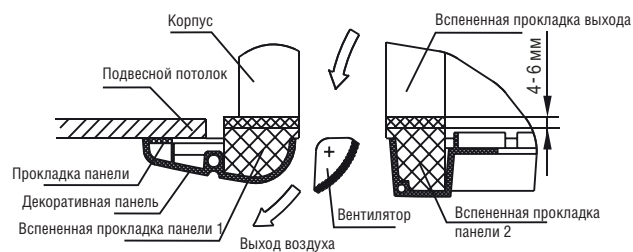

Рисунок 4-14
- 6) Затягивайте винты панели, пока толщина вспененной изоляционной прокладки между корпусом кондиционера и декоративной панелью не уменьшится до 4-6 мм. Края панели должны плотно прижиматься к подвесному потолку. (См. рис. 4-14).